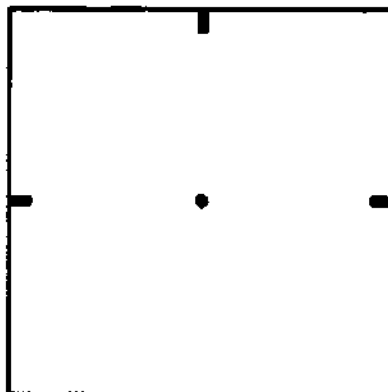

Рис.9. Проксимальный конец с тремя отметками и центральным отверстием для выравнивания.
- 8 Просканируйте проксимальный конец фантома (см. рис.9), захватывая пять осевых срезов изображения:
- В результате должны получиться изображения (-2) (-1) (0) (1) (2)